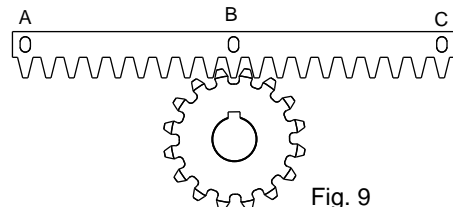
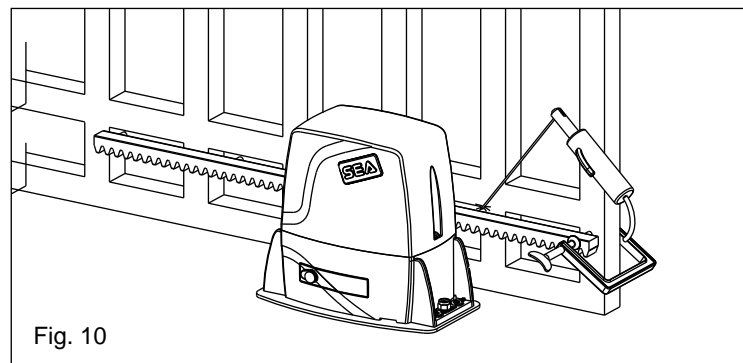

Fig. 9
Fig. 10
6.3. Apoyar el elemento de cremallera al piñon dentado del motoreductor en modo que resulte paralela la guía a nivel del suelo de la cancela y posicionandolo como en Fig. 9 y puntar con electrosoldadura la lengüeta central B a la estructura de la cancela (Fig. 10).